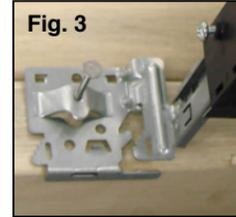

Fig. 3
1. Posicione el accesorio luminoso entre las viguetas y deslícelo hacia la primera vigueta. (Nota: Los alojamientos cuadrados y redondos incluyen marcas con muescas en "V" integradas en el retorno del marco de yeso como ayuda para la ubicación de los accesorios. (Fig. 3))